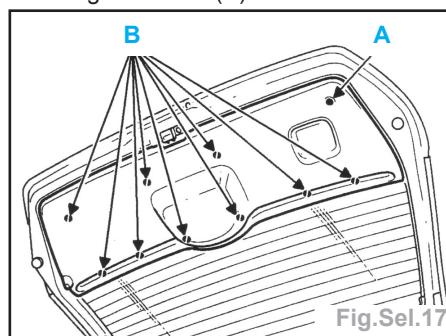

Fig.Sel.17
- la garniture de hayon (Fig.Sel.17) :
- déposer la vis de fixation (A),
- à l'aide de la pince à dégrafer, déclipser la garniture en (B).